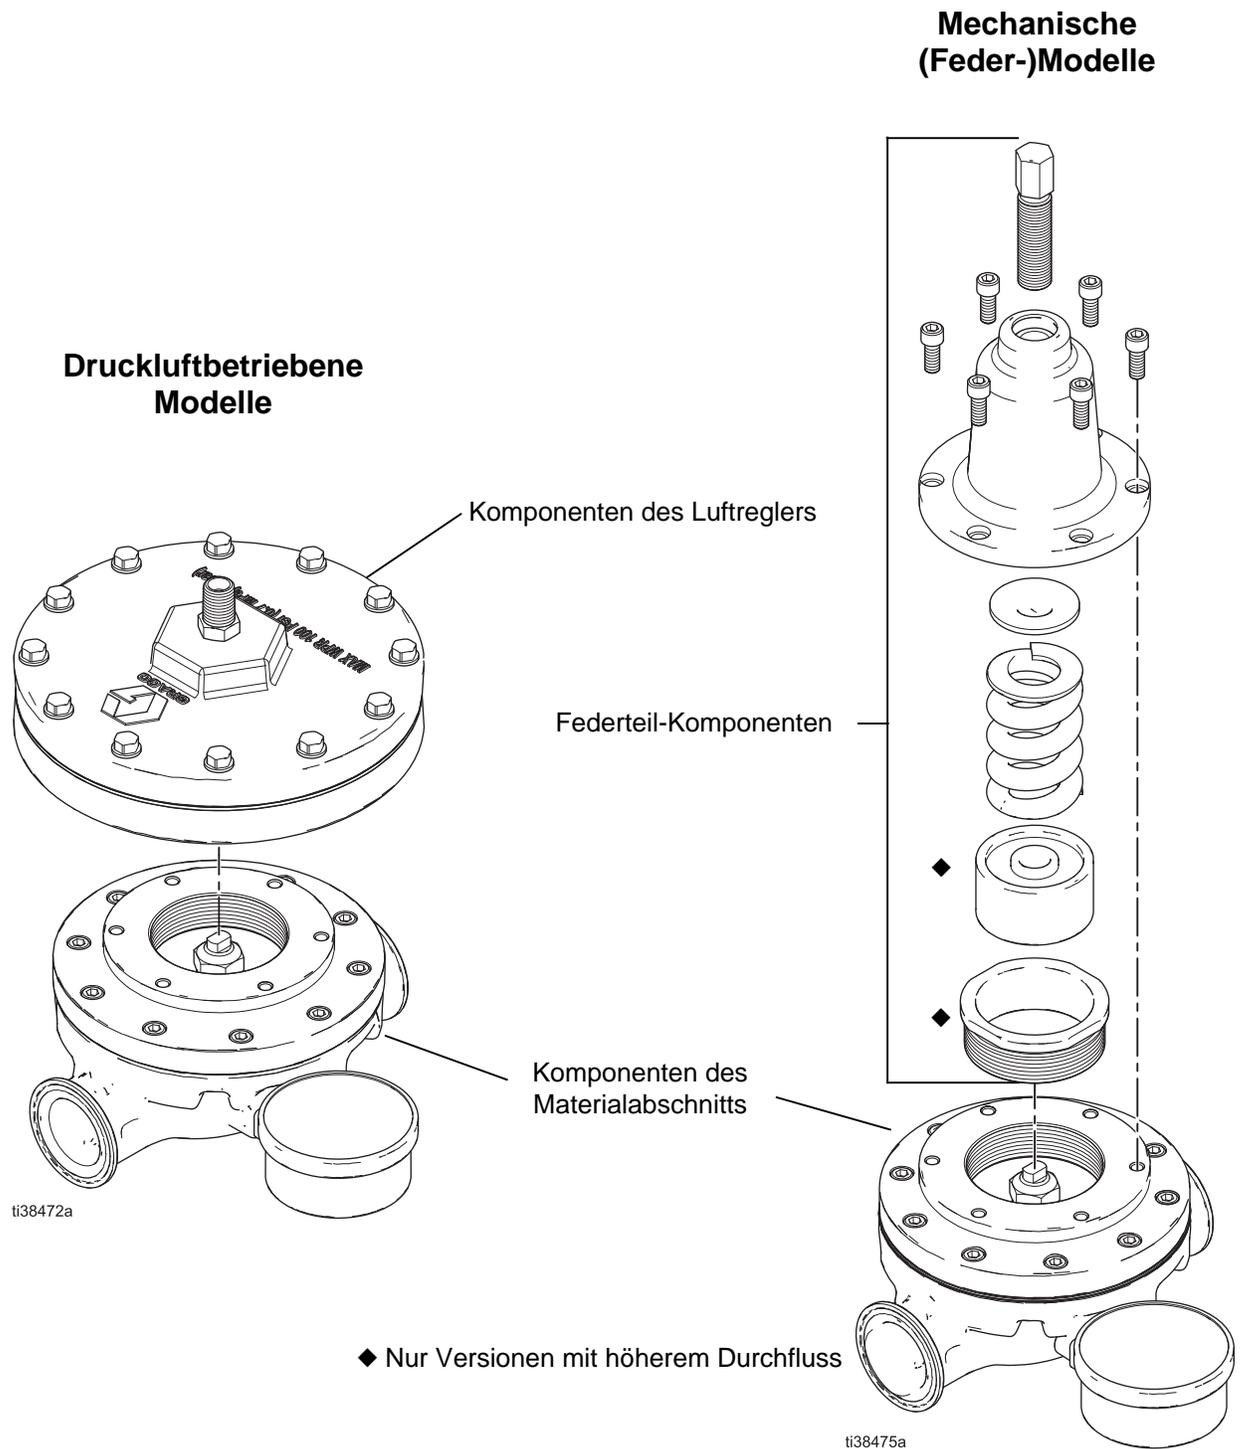

ABB. 2. Abschnitte des Gegendruckreglers
5. Bei der Reparatur des Gegendruckreglers beachten Sie bitte die folgenden Anweisungen, je nach Ausstattung (siehe ABB. 2):